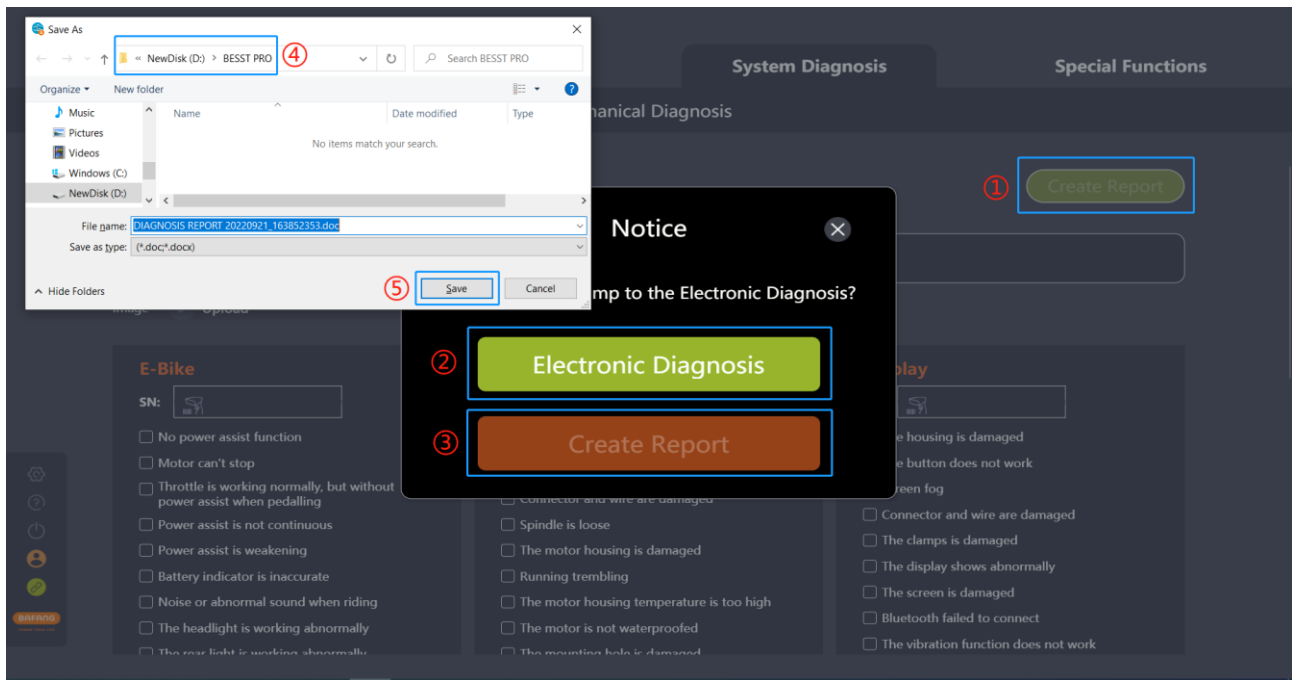

图 6-11 电子诊断界面创建报告
- (1) 点击“创建报告”，提示“要跳转到电子诊断吗？”（如图 6-11）；
- (2) 如需进行电子诊断，可选择“电子诊断”，跳转到电子诊断界面；
- (3) 点击“创建报告”；
- (4) 选择本地保存路径；
- (5) 点击“保存”，生成 word 报告文档。